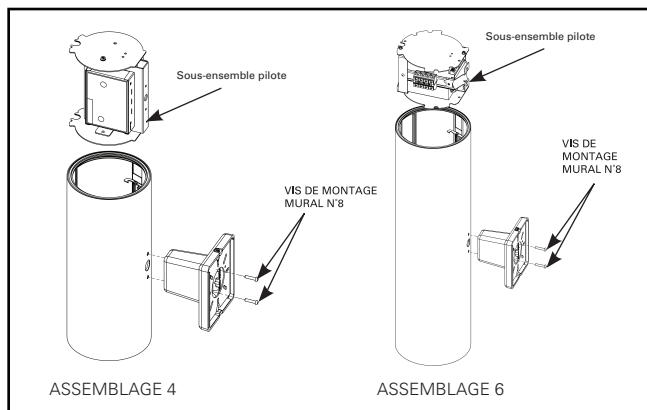

Figure 7.
- Retirez le bras de montage mural du luminaire en retirant les deux (2) vis n° 8.
- Retirez le sous-ensemble du pilote interne du luminaire. (Figure 7).